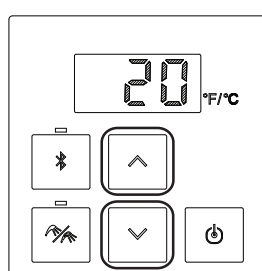

Fig. 3
4. Desde el paso 2, pulsar los botones arriba ▲ y abajo ▼ del panel de control para cambiar el tipo de gas de suministro. Cuando se muestre el gas de suministro deseado, pulsar el botón '**On/Off**' para confirmar la selección (Fig. 3).